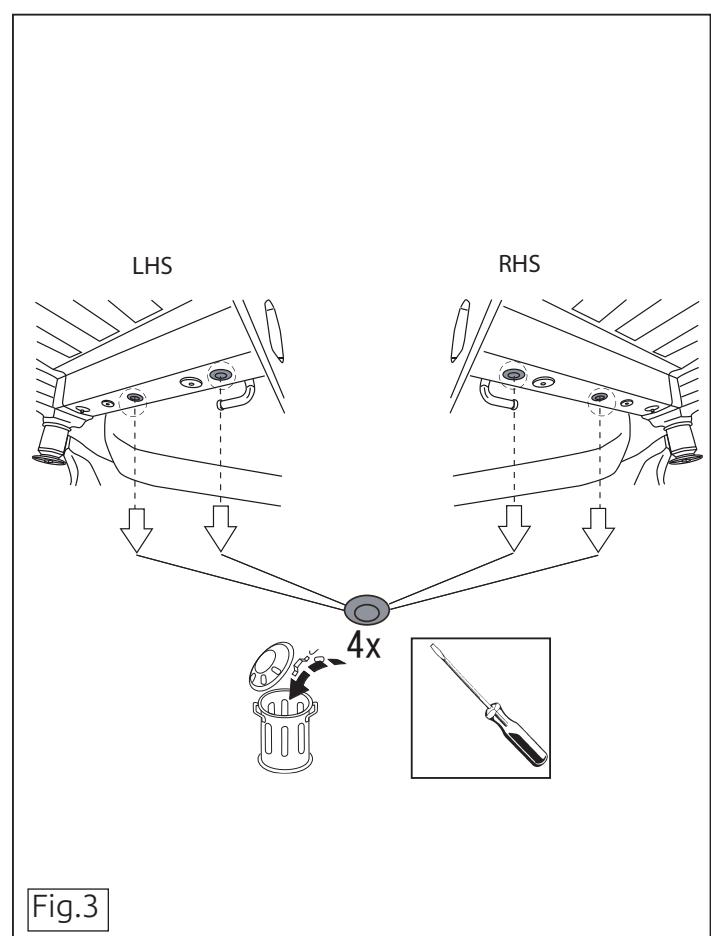

Fig.3
4. Remove the rubber caps at the points of attachment. See Figure 3
4. Die Gummikappen bei den Befestigungspunkten entfernen. Siehe Abbildung 3
4. Enlever les bouchons en caoutchouc sur les points de fixation. Voir la figure 3